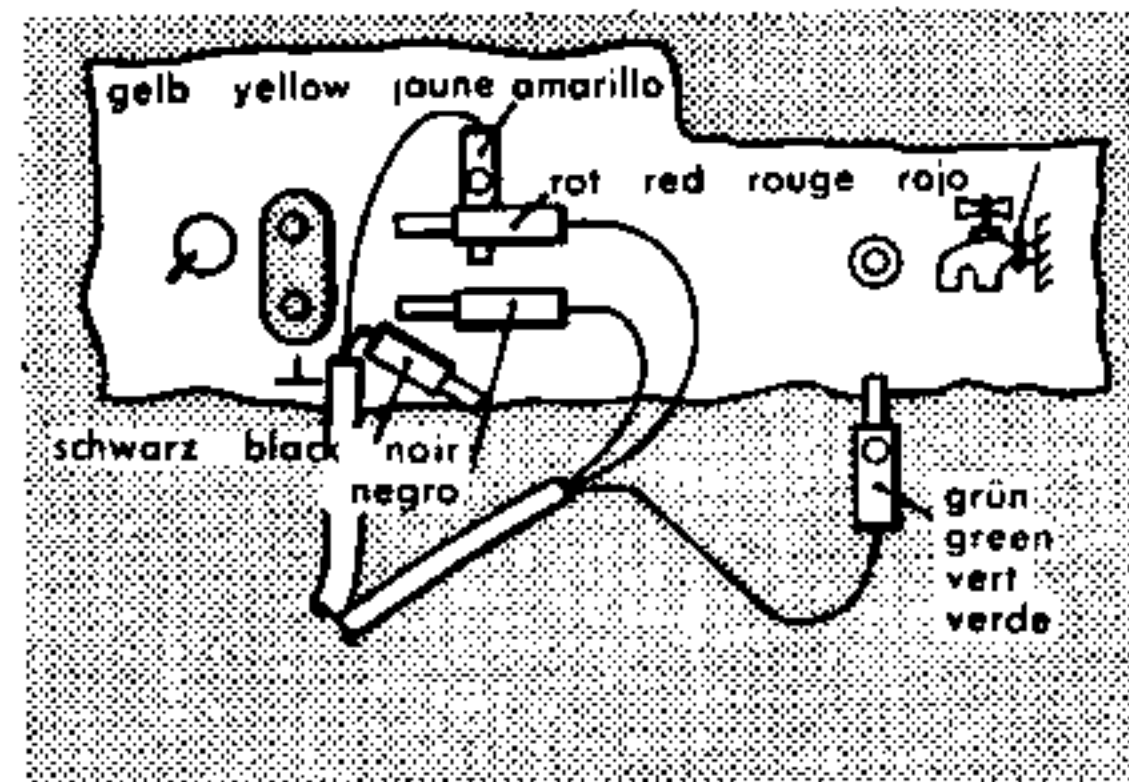

Fig. 4
- a) Monaurale (einkanalige) Wiedergabe nach Fig. 4.
- a) Follow Figure 4 for monaural (single channel) hook-up. Reverse the two plugs in case of hum.
- a) Reproduction ordinaire (monaurale) avec un seul canal (fig. 4). Si un ronflement se fait entendre, il suffit de croiser les fiches aux douilles de raccordement au pick-up.
- a) Reproducción monaural con un solo canal (fig. 4). Si se producen zumbidos, bastará invertir los polos del enchufe en la conexión del fonocaptor.